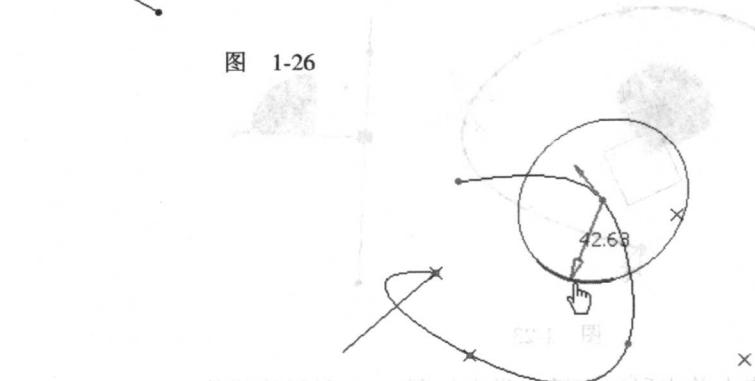

图 1-28
□ 选择 **Impose Curvature** 选项，可以设置样条线在所选择点的曲率，如图 1-28 所示。拖动箭头，可以改变曲率的大小，拖动圆弧，可以改变曲率的方向。